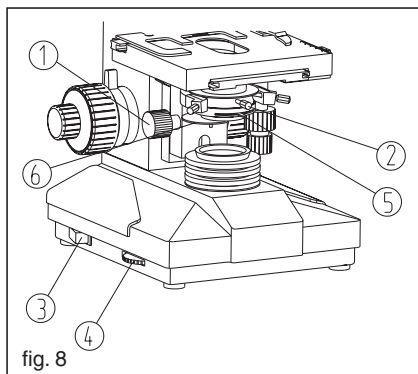
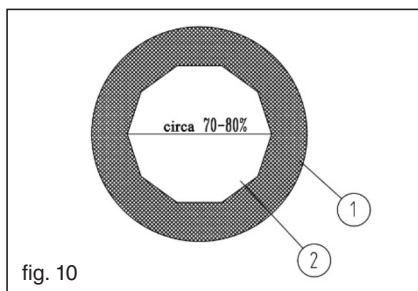

fig. 8
fig. 10
Il condensatore si sposta verso l'alto o verso il basso tramite la manopola di regolazione in alto o in basso ①. Il condensatore può essere rimosso facilmente, svitando l'apposita vite di supporto ②; la piastra filtro è posizionata nella sede filtro. (Fig.8)
Nota: Per evitare una riduzione della vita utile della lampada, non lasciare il controllo della luce in posizione di massima illuminazione per un tempo prolungato. (Fig.8)
La leva del diaframma di apertura ⑤ può essere utilizzata per regolare l'A.N. del sistema d'illuminazione (Fig.8). Rimuovendo gli oculari, osservare attraverso il tubo oculare; la vite di regolazione viene utilizzata mentre l'immagine del diaframma è eccentrica con la pupilla dell'obiettivo ①. Regolare il diaframma di apertura per ottenere un'immagine con il contrasto desiderato. Di solito, è consigliabile regolare il diametro del diaframma di apertura per l'immagine ② al 70-80% di quello che la pupilla obiettivo può ricevere. (Fig.10)